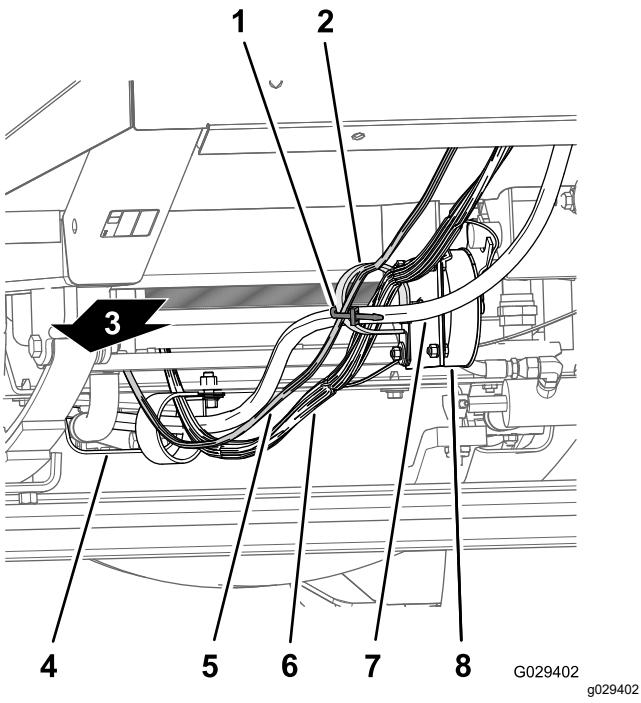
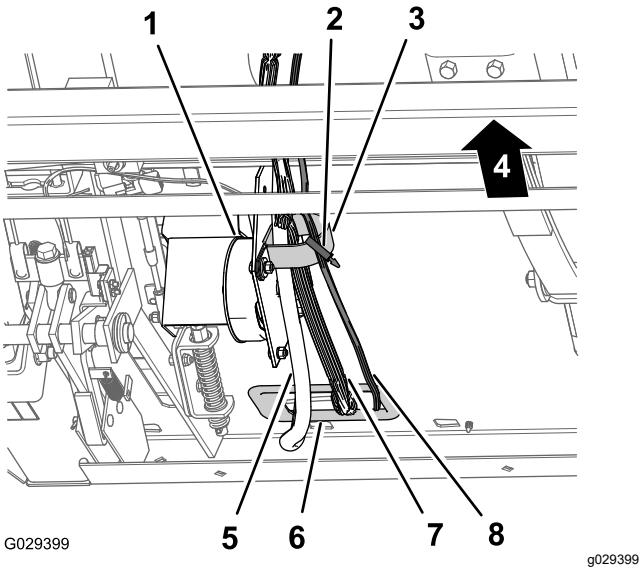

Bild 13
Bild 14
1. Verlegen Sie den Armaturenbrettzweig (240 cm) des Kabelbaums entlang des Kabelbaums und der Lenkschläuche der Maschine (unter dem Kühler), durch die R-Klemme unten an der Kühlerstütze und durch die R-Klemme an der Geschwindigkeitsregelungsspule (Bild 13 und Bild 14).
2. Verlegen Sie den Armaturenbrettzweig (240 cm) des Kabelbaums zur R-Klemme an der Geschwindigkeitsregelungsspule (Bild 13 und Bild 14).